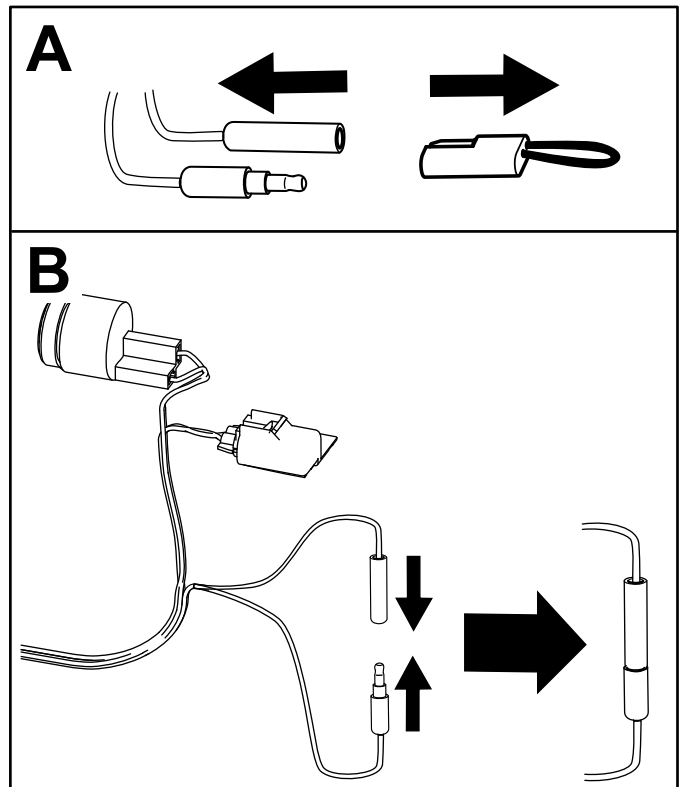

Figura 8
1. Sobre una superficie plana, retire el tapón de los conectores de calibración (Figura 8).
2. Enchufe entre sí los conectores de calibración, como se muestra en la Figura 8.